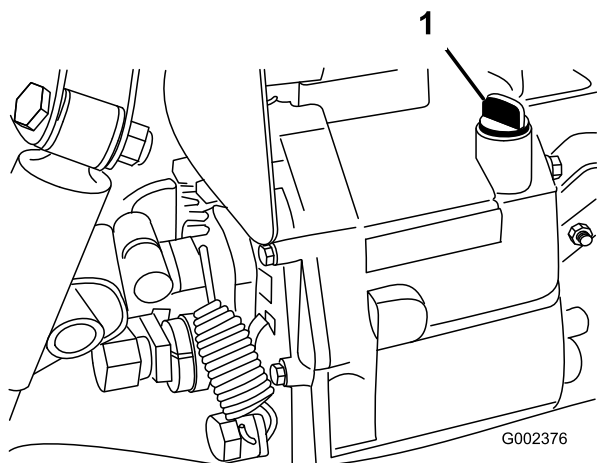

Рисунок 18
2. Очистите область вокруг отверстия для измерительного шупа (Рисунок 18).